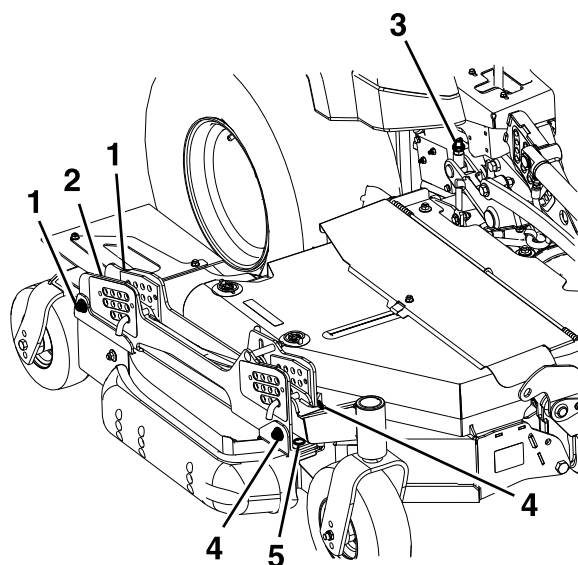

Figure 82
3. Sur les tabliers latéraux gauche et droit, la hauteur de la lame peut s'ajuster grâce à des points de réglage avant et arrière. Pour régler la hauteur d'une lame latérale, commencez par desserrer les écrous de fixation des supports de hauteur de coupe avant et arrière. Il y a quatre emplacements (deux de chaque côté du profilé), comme montré à la Figure 82.
- Si le tablier est trop bas, serrez le boulon de réglage de hauteur avant (Figure 82) en tournant l'écrou inférieur dans le sens horaire.
- Si le tablier est trop haut, desserrez le boulon de réglage de hauteur avant (Figure 82) en tournant l'écrou inférieur dans le sens antihoraire. Ajustez précisément les dispositifs de réglage arrière au besoin.
Régalez la hauteur de la roue arrière (Figure 82) de sorte qu'elle touche légèrement le sol, avec une pression minimale.
4. Mesurez l'arrière des lames latérales. Si l'une ou l'autre présente une inclinaison de moins de 1,5 mm (1/16 po), élevez l'arrière du tablier en serrant les réglages arrière gauche et droit (Figure 82) jusqu'à ce que les quatre lames présentent une inclinaison minimale de 1,5 mm (1/16 po). Régalez les roues arrière latérales de sorte qu'elles touchent légèrement le sol, avec une pression minimale. Serrez les quatre emplacements de fixation des supports arrière (Figure 82).